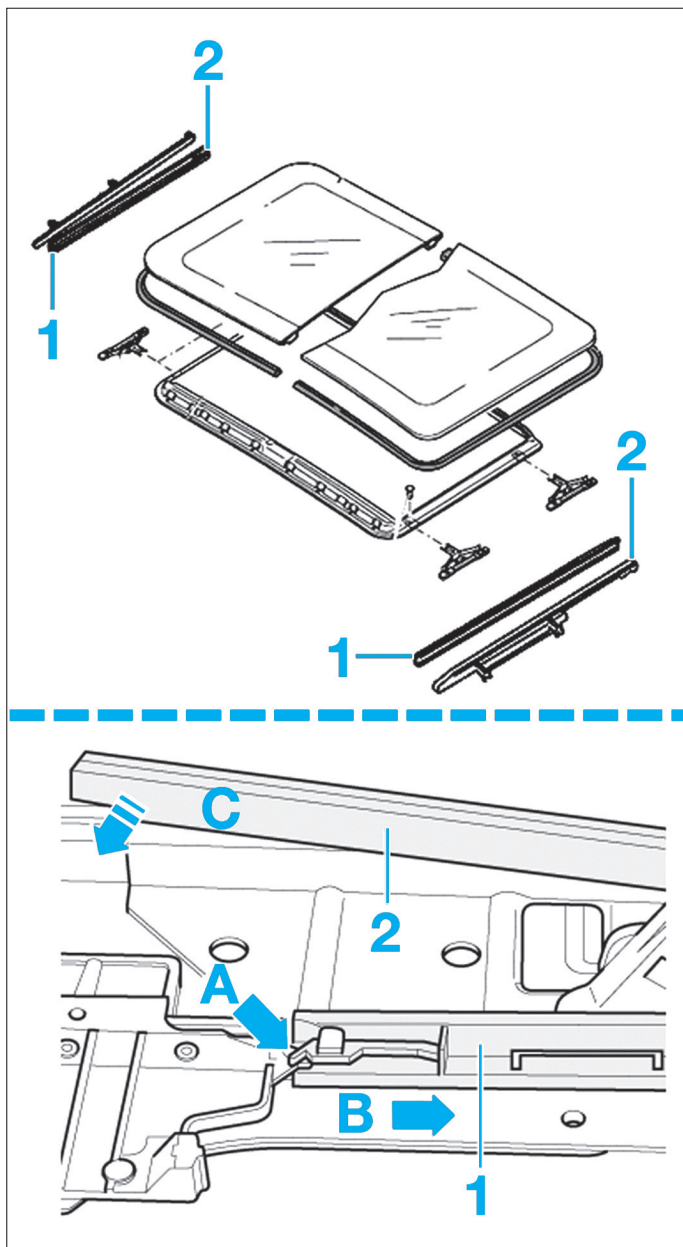

Fig. 56
- Déposer les écrans (1) et (2) (Fig.56) de chaque coté en dégrafant du dispositif de verrouillage, la partie inférieure de l'écran (1), à l'arrière en procédant dans le sens de la flèche (A), puis la repousser vers l'avant flèche (B).